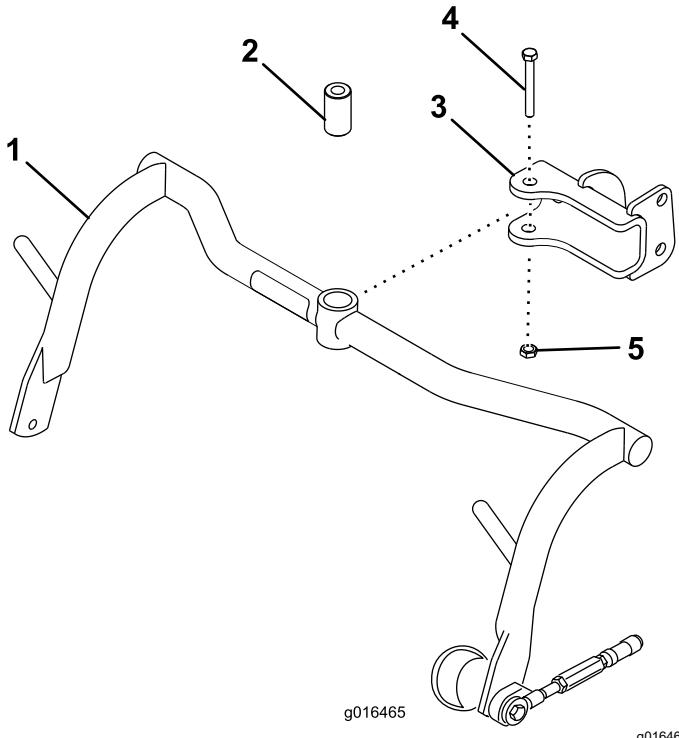

Bild 5
1. Befestigen Sie einen Trägerrahmen mit einem Distanzstück, einer Schraube ($\frac{1}{2}$ " x 3 $\frac{1}{4}$ "') und einer Sicherungsmutter ($\frac{1}{2}$ "') an jeder Lastöse, siehe Bild 5. Ziehen Sie diese auf ein Drehmoment von 91 bis 113 N·m fest.